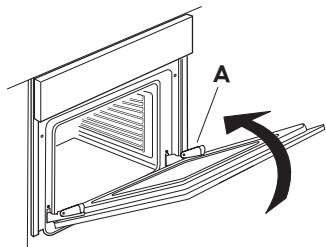

fig. 2
3. Lukk døren til den blokkes (A), løft den opp (B) og sving den rundt (C) til den frigjøres (D) (Fig. 2, 3, 4)